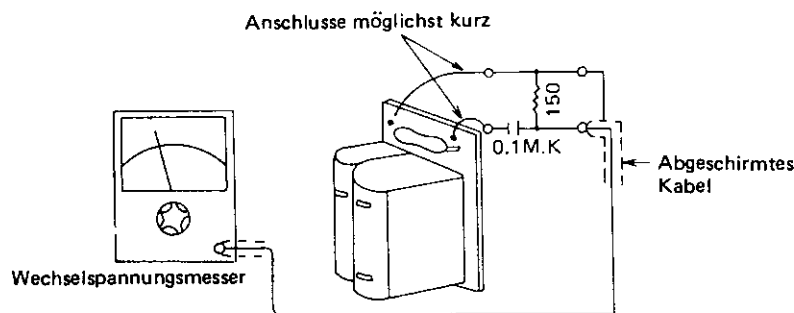

Abb. 3-15
2. Einen Wechselspannungsmesser mit dem Hochpaßfilter über R375 an die Schaltplatine des Audio-/Control-Kopfes entsprechend Abb. 3-15 anschließen.